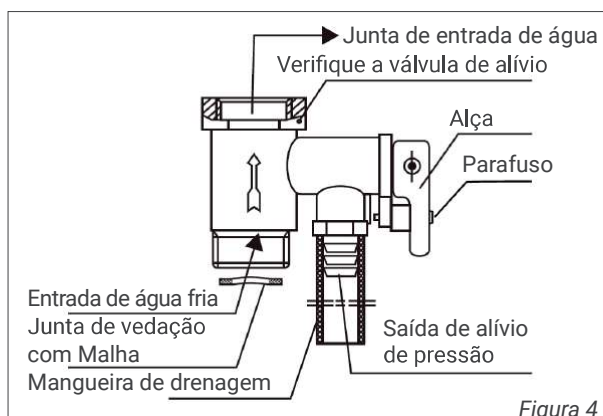

Figura 4
- A válvula de segurança (original de fábrica identificação 0,8MPa) nos acessórios será instalada na junta de entrada de água (conforme mostrado na figura 4), e a matéria-prima. A fita deve ser enrolada para garantir a vedação. A direção da seta deve ser consistente com o sentido do fluxo de entrada de água do termoacumulador (conforme mostrado na Fig. 4). A junta de vedação da malha será instalada na entrada de água fria da válvula de segurança, e a mangueira de drenagem na saída de alívio de pressão da válvula de segurança deve ser instalada para manter uma inclinação contínua para baixo. Deve ser instalado em um ambiente livre de geadas, e depois estendido até o dreno ao solo, mantido conectado com a atmosfera e devidamente fixado para evitar queimaduras por descarga de água quente ou vapor. A válvula de segurança pode evitar que a pressão do tanque exceda a pressão nominal de 0,1MPa. Se a pressão no tanque for muito alta, a válvula de segurança abrirá automaticamente e drenará a água de sua saída de alívio de pressão para liberar a pressão.
8. Se os usuários quiserem um fornecimento de água multicanal, podem conectar o tubo de água de acordo com o método mostrado na figura 4.